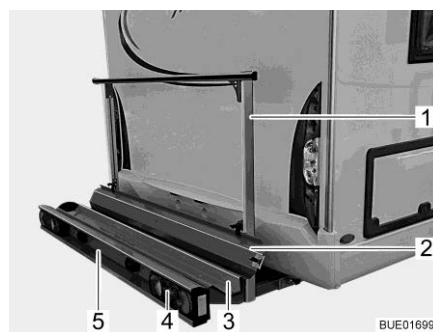
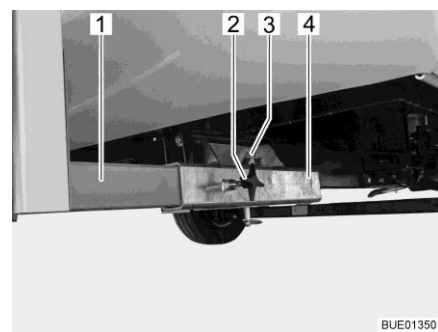

Fig. 6 Portapacchi
Fig. 7 Fissaggio al veicolo
Il portapacchi (Fig. 6) consente il trasporto di una motocicletta o di un motorino con un peso fino a 130 kg.
- Vasca di trasporto (Fig. 6,3) e staffa di supporto (Fig. 6,1) con fissaggio al veicolo (Fig. 7)
- Luci posteriori (Fig. 6,4)
- Luce targa del veicolo (Fig. 6,5)
- Guida di transito (Fig. 6,2)
- Fissaggio al veicolo** Le due barre (Fig. 7,1) del portapacchi sono fissati mediante viti ad alette (Fig. 7,2) ai supporti quadri (Fig. 7,4) sul pavimento del veicolo. Il portapacchi è fissato tramite un bullone (Fig. 7,3) con anello di arresto.